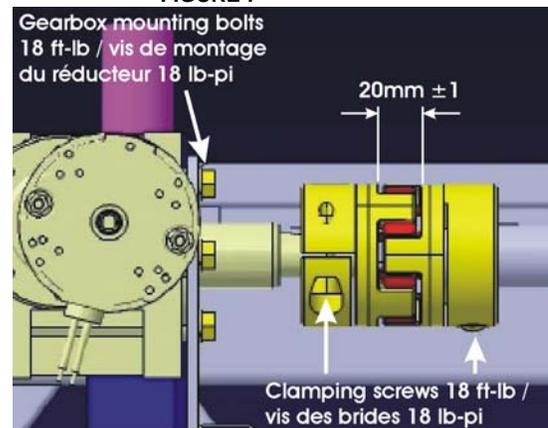

FIGURE 8
11. Réinstaller l'ensemble réducteur/moteur en utilisant les trous de montage opposés à ceux du couvercle. Utiliser 4 vis de montage serrées à un couple de 18 lbf-pi (figure 8).
- b. Engager les brides d'accouplements entre-elles. Si nécessaire, faire tourner le prolongement de l'arbre du moteur afin d'aligner les brides. Laisser une distance de 20mm (environ 13/16") entre chaque bride tel que montré à la figure 8.
- c. Serrer les vis des brides d'accouplement à un couple de 18 lbf-pi (figure 8).